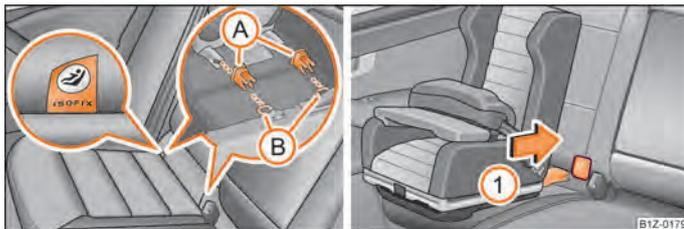

Fig. 136 Olhais de retenção (sistema ISOFIX) / As cadeiras de criança ISOFIX são inseridas nos ganchos já montados
Entre o encosto e o assento do banco do passageiro dianteiro encontram-se dois olhais de retenção para fixação da cadeira de criança com sistema „ISOFIX“. Nos bancos traseiros laterais, os olhais de retenção encontram-se sob os estofos. Os locais encontram-se identificados por etiquetas com a inscrição „ISOFIX“ ⇒ Fig. 136 - à esquerda.
- Coloque a peça pontiaguda (A) nos olhais de retenção (B) entre o encosto e o assento do banco ⇒ Fig. 136.
- Introduza os braços de engate da cadeira de criança nos olhais de retenção, no sentido da seta (1), até se ouvir o sinal característico do encaixe ⇒ Fig. 136.